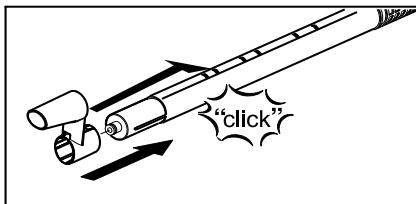

Рисунок 1
- При натиснутій кнопці розблокування відтягніть гачок (G3) донизу до другої виямки на подовжувальній трубці (G1). При відпусканні кнопки розблокування гачок повинен зайти у зацеплення (див. рис. 1).